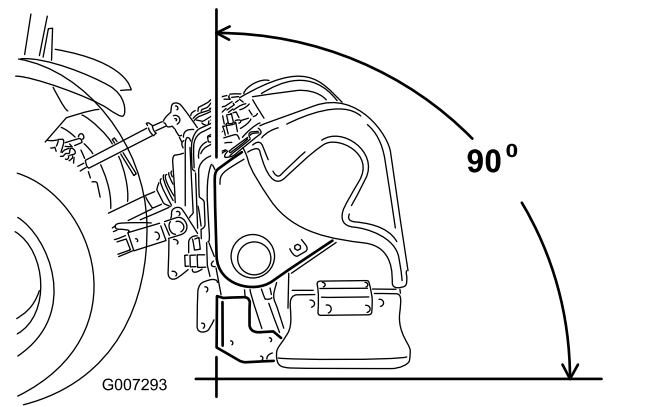

图7
**注意** 操作时打孔机的前部必须垂直才能获得最佳打孔质量图7。调节上连杆以控制此角度。请参阅操作(页码 18)了解其它信息。